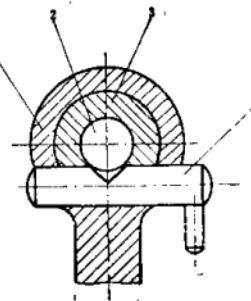

图1—12 百分尺的制动器
(2) 百分尺的读数方法 在百分尺的固定轴套上刻有轴向中线，作为微分筒读数的基准线。另外，为了计算测微螺杆旋转的整数转，在固定套筒中线的两侧，刻有上下两排刻线，刻线间距均为1毫米，上下两排相互错开0.5毫米，如图1—13上面一排刻线上标有数字号码，其刻度值为1毫米，下面一排错开0.5毫米，依此来读出百分尺测微螺杆的整转数值。
在百分尺上读数时，应做到：先读整数尺寸，提防读错0.5毫米。即先在固定套筒的上刻线读出是几毫米或几点5毫米，如图1—13a为8毫米，图1—13b则因下刻度线已露出所以应为8.5毫米，然后再把微分筒圆周刻线上读出的小数部分加上去，就是被测零件的尺寸，如图1—13a为8.27毫米，b为8.77毫米。